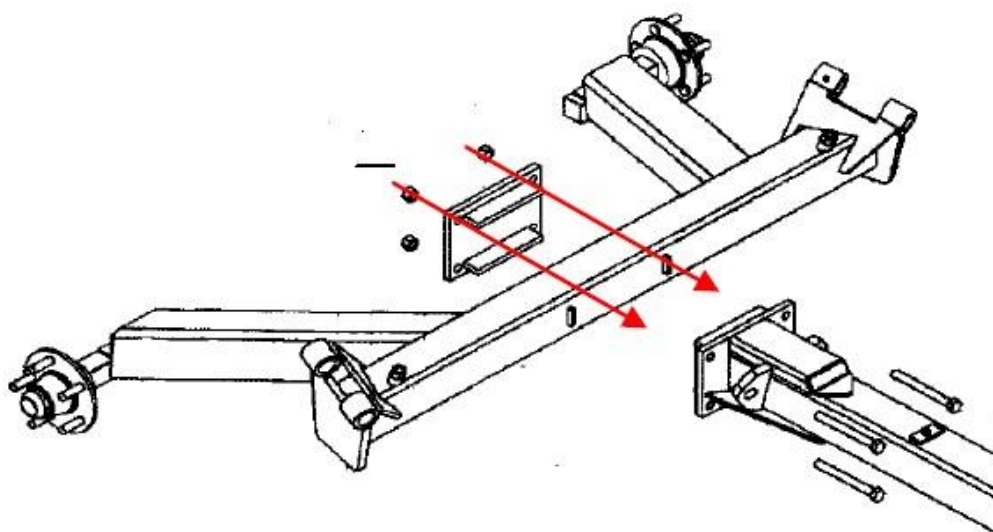

FIG. 29
- a) Una la barra de arrastre (52) a la parte trasera de la estructura (31) por medio del perno (27) y el plato de la estructura (41). Una la clavija (5) y la rueda (36). Fig. 29.